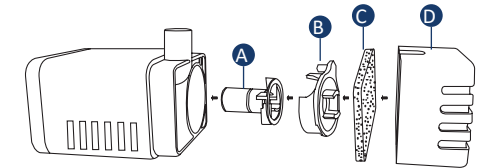

Abbildung 1
**Reinigung der Pumpe:** Um die Pumpe zu reinigen, ziehen Sie zuerst die beiden Gehäusehälften auseinander (Abbildung 1). Dies lässt sich mit Hilfe eines vorsichtigen manuellen Zuges erledigen. Daraufhin ziehen Sie die beiden Flügelradabdeckungen vorsichtig auseinander und reinigen das Innere mit klarem Wasser. Anschließend werden beide Hälften vorsichtig wieder zusammen gesteckt. Zuletzt werden die beiden Gehäusehälften wieder behutsam miteinander verbunden.